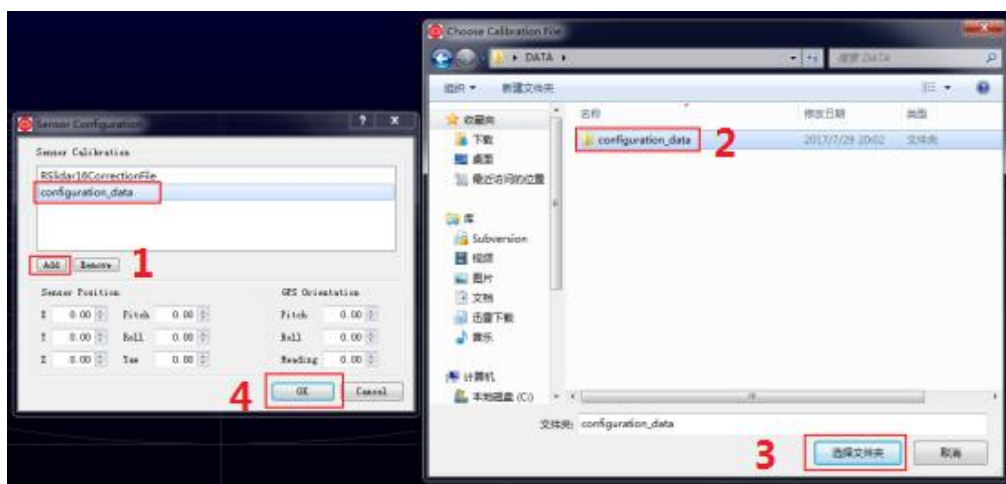

图 C-2 选择 RS-LIDAR-16 参数配置文件
4. 在弹出的 **Sensor Configuration** 窗口中，默认包含一个命名为 RSlidar16CorrectionFile 的雷达参数目录，但是请 Add 您购买的雷达对应的参数目录，否则显示的点云图形将会混乱。选择配置文件所在文件夹然后点击 **OK** (图 C-2)。注意配置文件的文件夹路径中不能包含有中文或者中文字符，并且所选择文件夹下需要有三个 CSV 格式文件 (angle.csv, ChannelNum.csv, curves.csv)。您可以在 RS-LiDAR-16 的包装里面的 U 盘里面找到对应的配置文件文件夹 configuration\_data。配置文件存放路径不允许有中文字符。